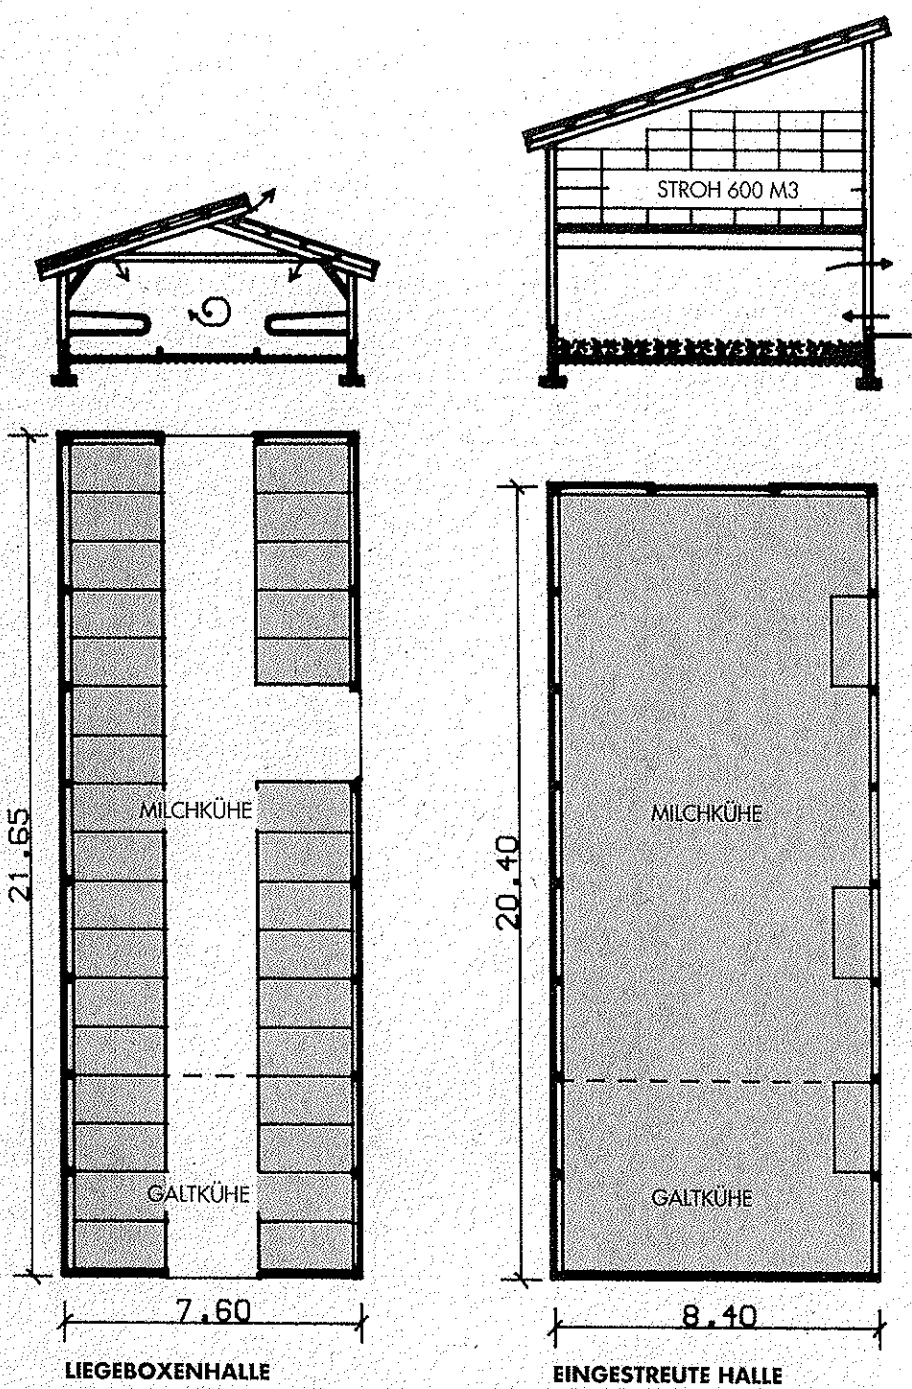

Abb. 3. Liegehalle strukturiert mit Liegboxen und unstrukturiert mit Tiefstreu.
Jedem Tier soll eine angemessene Liegefläche zur Verfügung stehen. Diese kann in einem strukturierten (Liegeboxen) oder nichtstrukturierten Raum eingerichtet werden (Abb. 3).
beachten, dass die offene Seite möglichst südlich orientiert ist. In der Ausführung nach Abbildung 3 erfordert die eingestreute Halle gegenüber einer Liegeboxenhalle einen leicht (4 %) höheren Flächenbedarf. Ein Vergleich beider Ausführungsformen zeigt, dass die eingestreute Liegehalle vor allem wegen des hohen Strohverbrauchs betriebswirt-
**Tab. 2. Vergleich Liegeboxenhalle/eingestreute Liegehalle für 32 Grossviehplätze GVP (Abb.3)**